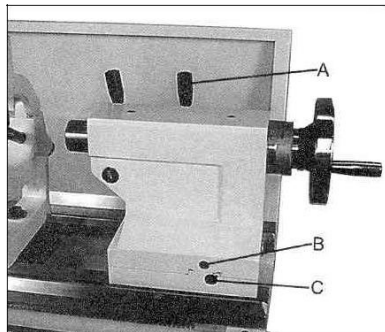

Fig 19
Zur Verstellung die Reitstock-Klemmschraube (A, Fig 19) lösen. Die Verstellechraube auf der Vorderseite herausdrehen (B) und auf der Rückseite entsprechend nachstellen.